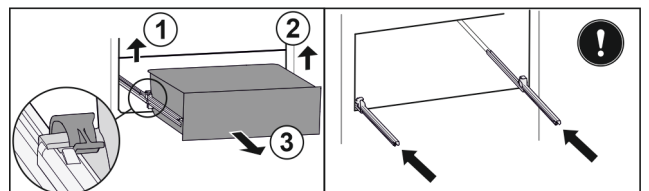

Fig. 71
- ▶ Linke Klemme anheben und gleichzeitig Schubfach links nach vorne ziehen. Fig. 71 (1)
- ▶ Rechte Klemme anheben und gleichzeitig Schubfach rechts nach vorne ziehen. Fig. 71 (2)
- ▶ Schubfach nach vorne entnehmen. Fig. 71 (3)